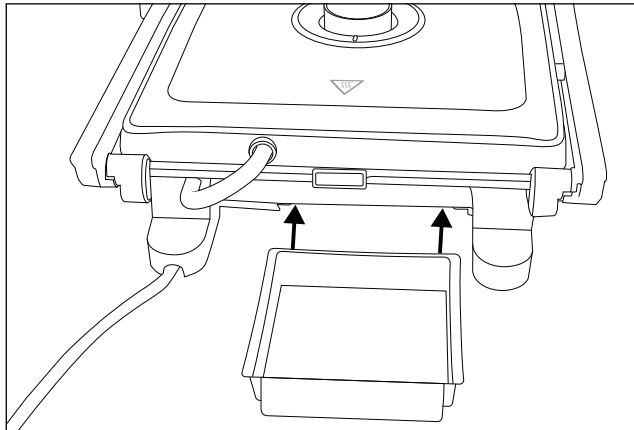

Fig. 1
- 1) Cierre la tapa del aparato asiéndola por el asa ❸.
- 2) Coloque el colector de jugos ❹ en el soporte de la parte posterior del aparato (fig. 1).
- ◆ Cierre el cierre de seguridad ④.
- ◆ La rasqueta de limpieza ⑧ puede guardarse dentro del colector de jugos ⑨. Tras esto, coloque el colector de jugos ⑨ en el soporte de la parte posterior del aparato (fig. 1).